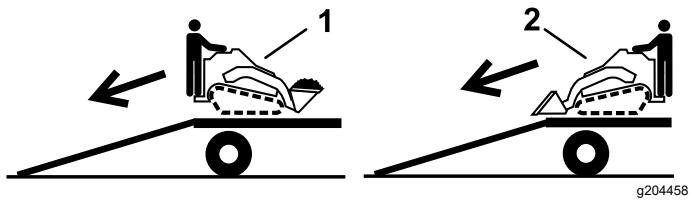

Bild 26
2. Fahren Sie beim Entladen vom Anhänger mit dem schweren Ende der Maschine auf die Rampe und befördern Sie Lasten niedrig (Bild 26).